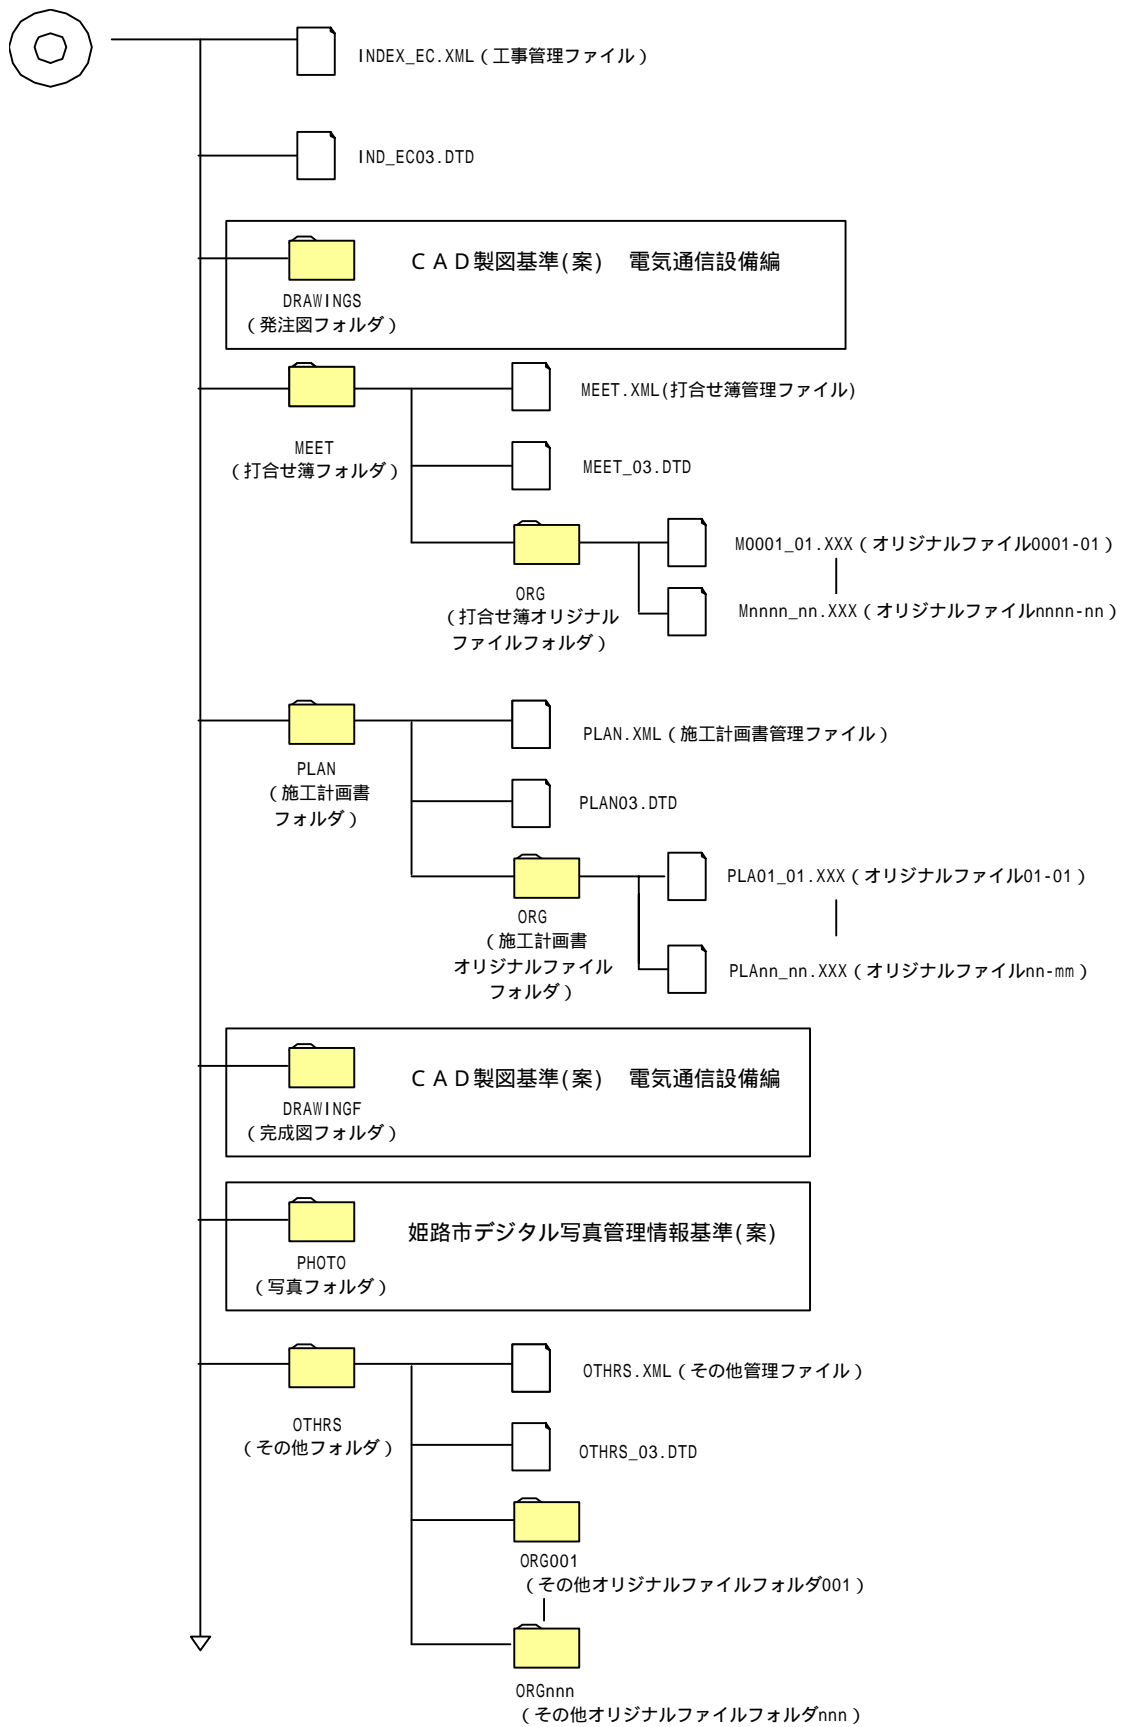

図 3-2-1 電気通信設備工事におけるフォルダ構成(1/2)
- 図 3-2-1 電気通信設備設計業務におけるフォルダ構成(1/2)